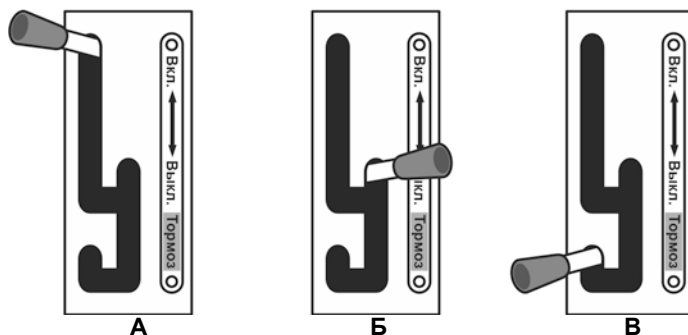

Рис. 4.25.
3. Рычаг управления сцеплением должен стоять в положении «Выкл.» (см. рис. 4.25., поз. «Б»).
2. Установить рычаг управления сцеплением в поз. «выключено» («Б») (см. рис. 4.25.).
7. Удерживая руль мотоблока за рукоятку, плавно перевести рычаг управления сцеплением в положение «включено» («А») (см. рис. 4.25.). Мотоблок начнет движение вперед.
7. Удерживая руль мотоблока за рукоятку, плавно перевести рычаг управления сцеплением в положение «включено» («А») (см. рис. 4.25.). Мотоблок начнет движение назад.
В отличие от автомобиля или мотоцикла, движение мотоблока можно начинать или заканчивать на любой заранее выбранной передаче. При смене передачи нет необходимости специально разогнаться или останавливаться. Достаточно перевести рычаг управления сцеплением в поз. «выключено» («Б») (см. рис. 4.25.) и с помощью рычага переключения передач выбрать необходимую передачу.
1. Переместить рычаг управления сцеплением в положение «выключено» («Б») (см. рис. 4.25.) и далее в положение «тормоз» («В»). Мотоблок замедлит движение и остановится.